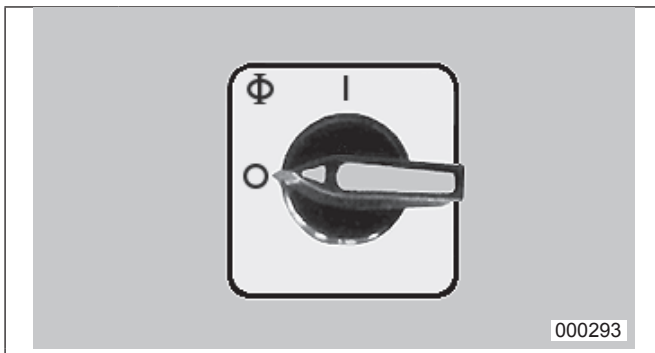
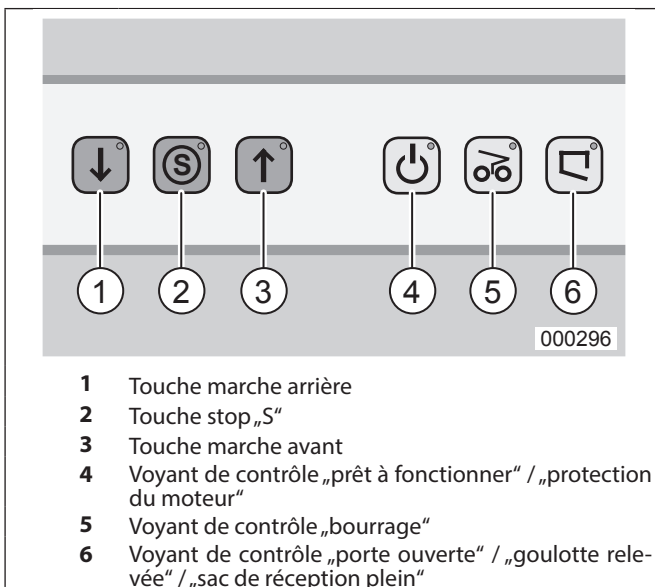

fig. 2 Commutateur principal (arrêt d'urgence)
fig. 3 Éléments de commande feuille
1. Enclencher le commutateur principal (fig. 2) (position „1“).
2. Appuyer le bouton poussoir marche avant (fig. 3/3) et le bloc de coupe se met en marche.
S'allume lorsque vous actionnez le commutateur principal (fig. 2).
Fait des signaux lumineux lorsque le moteur est surchargé. En cours de phase de refroidissement du moteur, il n'est pas possible de démarrer la machine. En outre, le voyant de l'affichage de contrôle (fig. 3/6) s'allume.
Mettez-la en circuit à l'aide du commutateur principal (fig. 2). La petite lampe „prêt à fonctionner“ (fig. 3/4) ainsi que la lampe du bouton rouge stop „S“ (fig. 3/2) s'allument pour signaler que la machine est prête à fonctionner.
2. Appuyer sur la touche marche avant (fig. 3/3).
3. Pour débrancher, appuyer le bouton touche rouge d'arrêt (fig. 3/2).